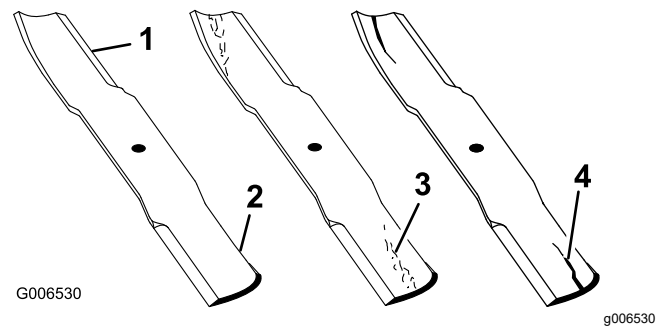

Figura 82
1. Inspeccione los filos de corte (Figura 82).
4. Si observa fisuras, desgaste o la formación de una ranura en esta zona, instale de inmediato una cuchilla nueva (Figura 82).